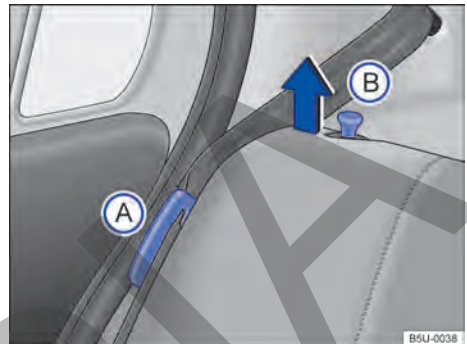
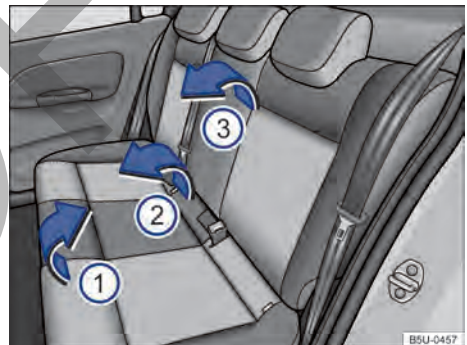

Fig. 55 Asiento trasero: posicionador de la banda del cinturón de seguridad (A) y pasador de desbloqueo del respaldo (B).
Fig. 56 Asiento trasero: inclinar el asiento trasero.
Las figuras → fig. 55 y → fig. 56 ilustran, a modo de ejemplo, el procedimiento para rebatir el asiento trasero.
- Encajar las bandas de los cinturones de seguridad en los alojamientos correspondientes en el guarnecido lateral → fig. 55 (A).
- Tirar del asiento por la parte de adelante → fig. 56 ① en el sentido de la flecha, hacia arriba.
- Levantar la parte trasera del asiento → fig. 56 ② y desplazar completamente hacia adelante, para que el asiento quede lo más cerca posible del piso y del respaldo del asiento delantero.
- Tirar de los pasadores de desbloqueo → fig. 55 ⑧ y, al mismo tiempo, rebatir parcialmente el respaldo del asiento → fig. 56 ③ y retirar los apoyacabezas → pág. 69. Bajar completamente el respaldo del asiento trasero.
- Encajar las bandas de los cinturones de seguridad en los respectivos posicionadores → fig. 55 ⑨.
- Levantar los pasadores → fig. 55 ⑧ y, al mismo tiempo, rebatir parcialmente el respaldo del asiento trasero → fig. 56 ③.